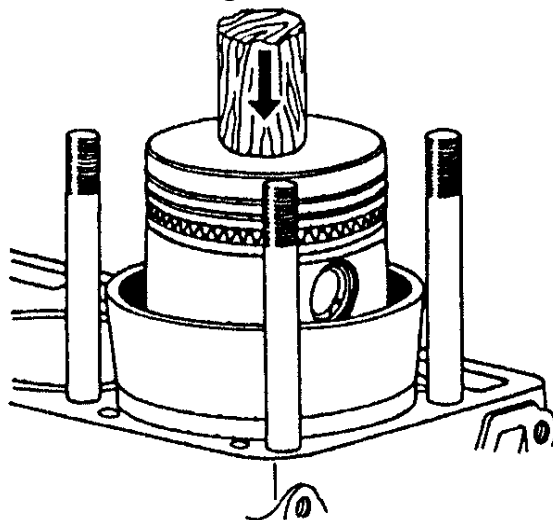

Рис.75. Установка поршня с кольцами в цилиндр
- установить на шатунные болты предохранительные латунные колпачки, смазать чистым маслом вкладыши, поршень, шатунную шейку коленчатого вала и гильзу цилиндра и с помощью оправки установить поршень в цилиндр (рис.75). Перед установкой поршней необходимо убедиться в том, что номер, выбитый на шатуне, соответствует номеру цилиндра, а надпись на поршне "ПЕРЕД" направлена к переднему торцу блока цилиндров;